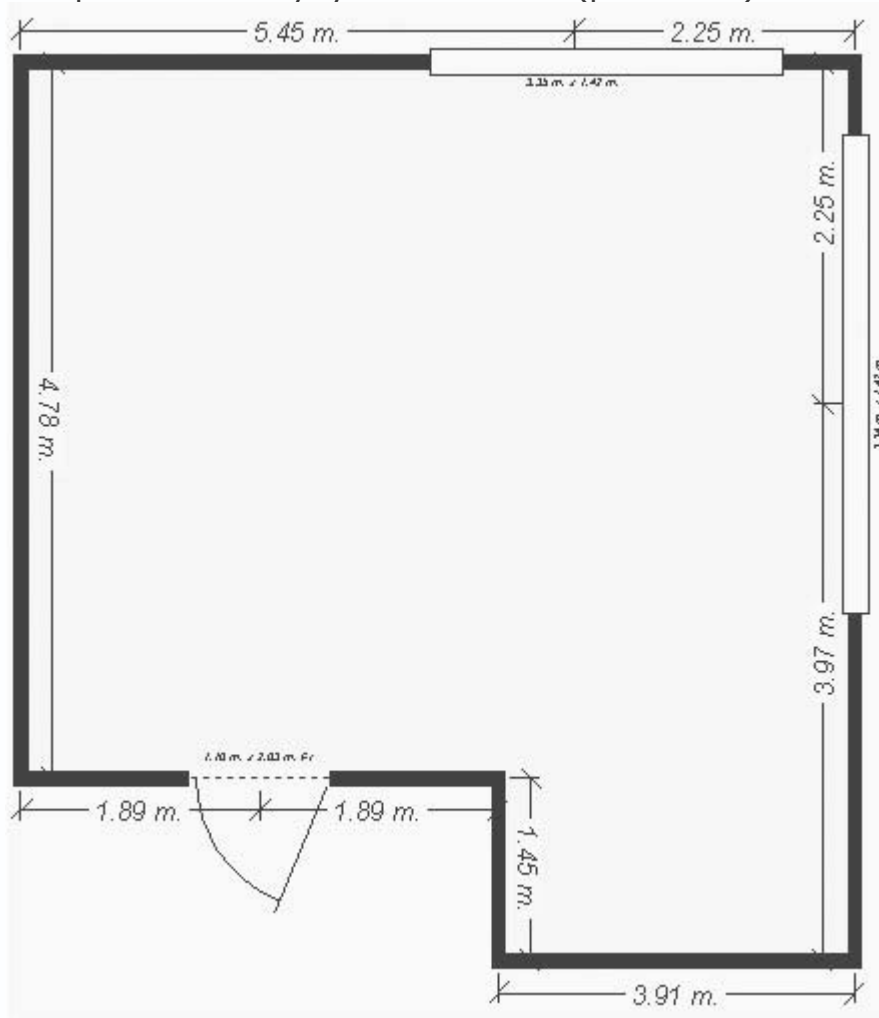

Рис. 6.21. План спальни
1. С помощью команд Exterior Wall (Внешняя стена), Door (Дверь) и Window (Окно) постройте план будущей спальни (рис. 6.21).